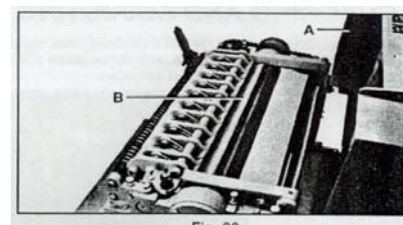
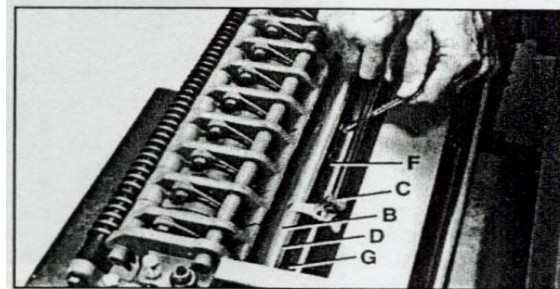

Fig. 33
Fig. 34
2. Вывинтить фиксирующий винт и поднять крышку А, рис. 33 открывающую фрезерную головку.
3. Осторожно установить шаблон установки ножей С, рис.33 и 34 на закругленной поверхности фрезерной головки В. При правильной установке нож D, рис. 34 и 35 должен касаться дна углубления Е, рис. 35 шаблона С углубленного на 1,8 мм. Остальные два ножа устанавливаются аналогично.
4. При необходимости регулировки установки одного или всех трех ножей слегка ослабить затяжку десяти прижимных винтов, шесть из которых показаны как F на рис. 34 и 35, на величину достаточную, чтобы снять давление с фрезерной головки В, не нарушив установку ножа.
5. Не снимая шаблон С, рис. 34 и 35 с головки продолжить регулировку ножа подлежащего установке в первоначальное положение, для чего повернуть десять винтов крепления ножа ПО ЧАСОВОЙ СТРЕЛКЕ до освобождения прижимной планки G. Подпорные пружины ножа автоматически приподнимут его до контакта с шаблоном С. Затем затянуть прижимную планку G, повернув все десять винтов F ПРОТИВ ЧАСОВОЙ СТРЕЛКИ. ВНИМАНИЕ! На этот раз затяните винты прижимной планки G ровно настолько, чтобы удержать нож D на месте установки в щели фрезерной головки.
2. Осторожно установить шаблон установки ножей С, рис. 34 на закругленной поверхности фрезерной головки В, рис. 35.
3. Ослабить затяжку прижимной планки G, рис. 34 и 35, повернув десять зажимных винтов, шесть из которых показаны на рисунке как F, ПО ЧАСОВОЙ СТРЕЛКЕ; осторожно вынуть из фрезерной головки планку G, нож D и пружины (не показаны) под ножом. Остальные ножи снимаются аналогично.